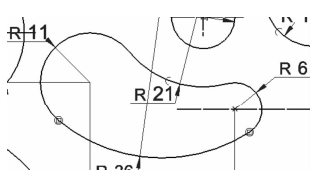

图 6-171 删除多余线段
(37) 单击【绘制草图】选项卡【绘图】区域的  【修剪】按钮，在图纸中多余的部分上划过即可删除多余线段，如图 6-171 所示。